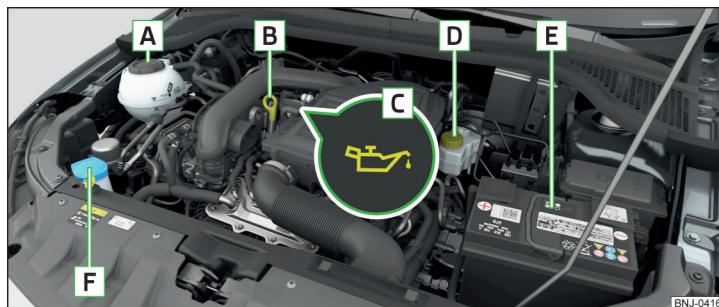

Fig. 247 Exemplu de dispunere în compartimentul motor
- Deșurubați capacul orificiului de umplere cu ulei » fig. 247 la pagina 214.